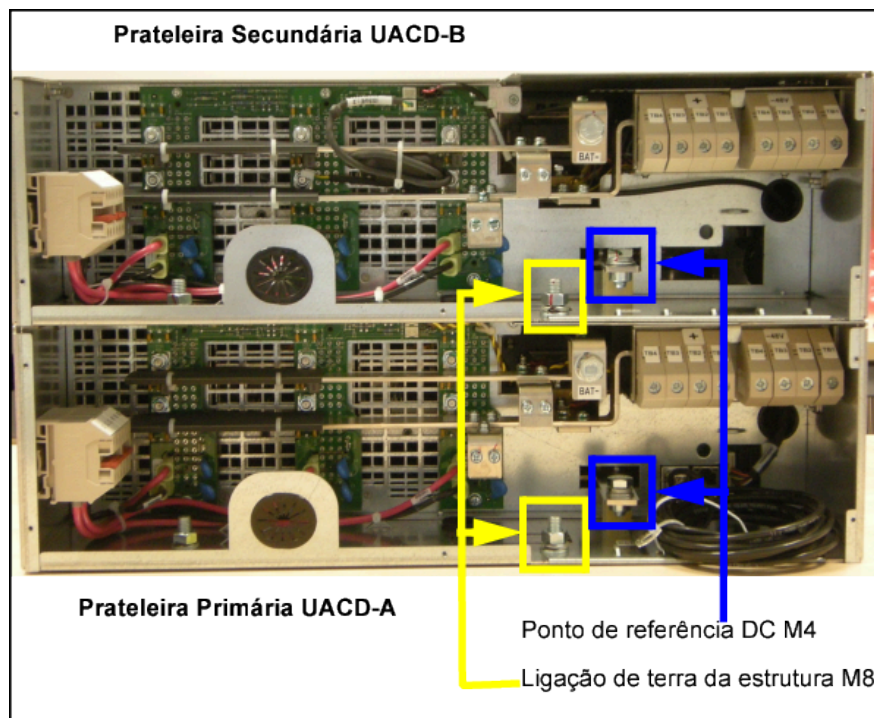

Figura 167: Ponto de referência DC e ligação de terra da estrutura
- 1) Instale o cabo de referência DC e o cabo de terra na estrutura (consulte também Figura 167: Ponto de referência DC e ligação de terra da estrutura na página 184):